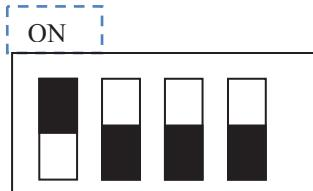

Рис. 7.13
7.4.7.2 Положение штекера ON соответствует значению «0», положение OFF — значению «1» (рис. 7.13).